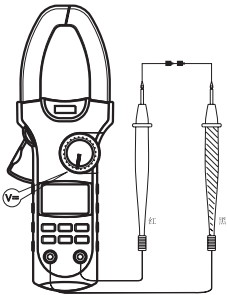

图 3
- 1. 直流电压测量（V $\overline{\sim}$ ）（见图3）